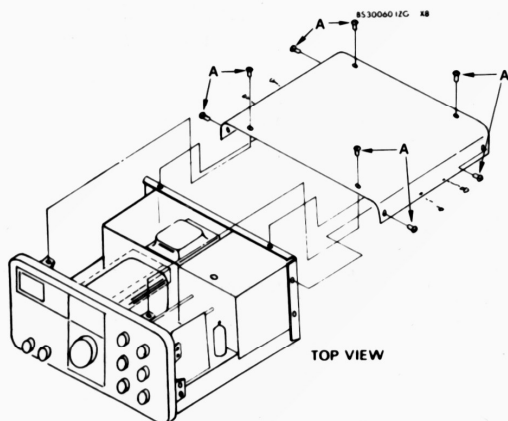

Figura 1
- 1) Remova a tampa superior do transceptor como se mostra na figura 1.